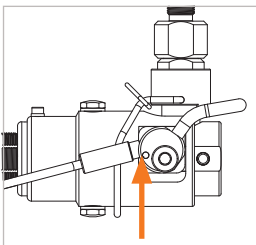

Abbildung 7
- ▶ Drücken Sie die Arretierung (Pos. 8) nach oben (Abbildung 7).